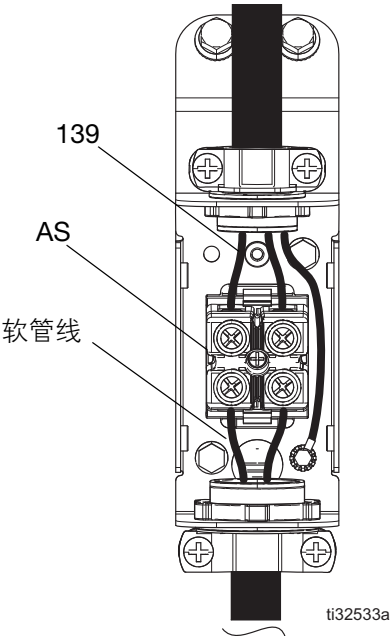

图 70
3. 关闭断路器 CB5 并断开软管电气接线盒中的软管线。参见图 70（第 72 页）。
- b. 如果存在连续性，请重新连接电气接线盒中的软管线。参见图 70（第 72 页）。打开断路器 CB5。关闭电气外壳门（173）并拧紧螺栓（68）。